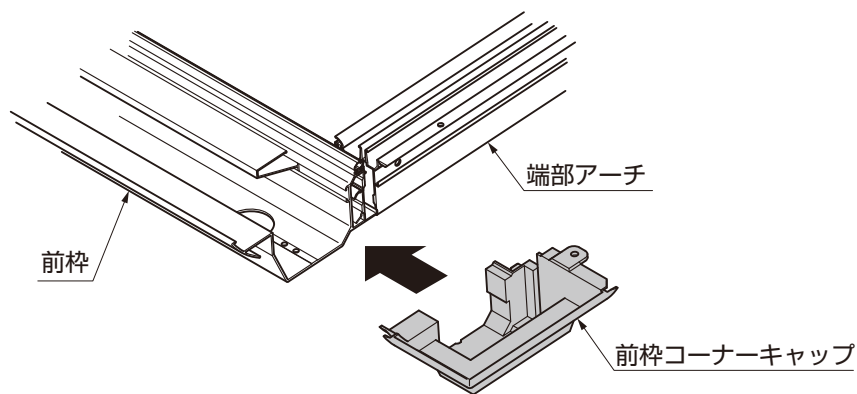

図10-2
- ②前枠コーナーキャップを前枠に挿入してください。(図10-2参照)